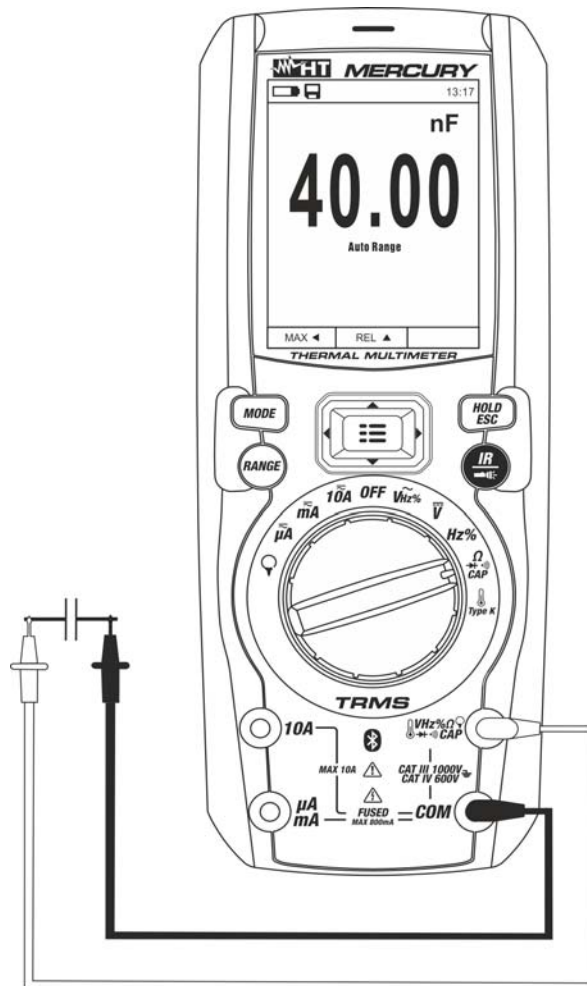

Fig. 26: Utilisation de l'instrument pour mesure de Capacité
5. Placer les embouts aux extrémités de la capacité sous test en respectant éventuellement la polarité positive (câble rouge) et négative (câble noir) (voir Fig. 26). La valeur s'affiche à l'écran. **En fonction de la capacité, l'instrument pourrait mettre plusieurs secondes avant d'afficher la valeur finale correcte.** Le diagramme à barres analogique n'est pas actif dans cette fonction